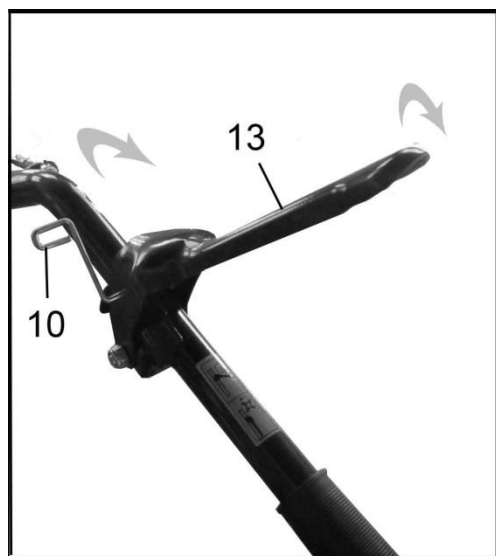

Bild 15
Der Kupplungshebel ist so konstruiert, dass für den Betrieb 2 separate Bedienelemente betätigt werden müssen: Drücken Sie auf die Griffsicherung (10) und drücken Sie den Hebel nach unten (13) (Bild 15).
Zum Anhalten des Gerätes den Hebel wieder loslassen. (Bild 15).